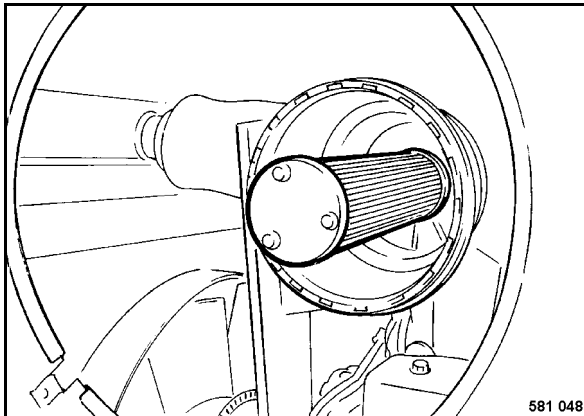

Fig. 158
- Extraer el elemento de seguridad (Fig. 158) con ligeros movimientos giratorios.